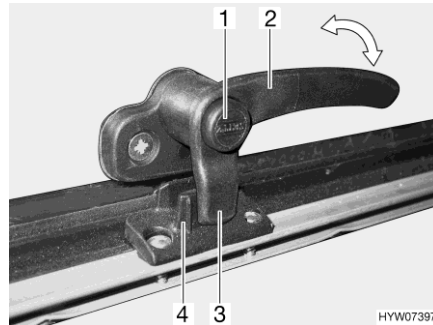
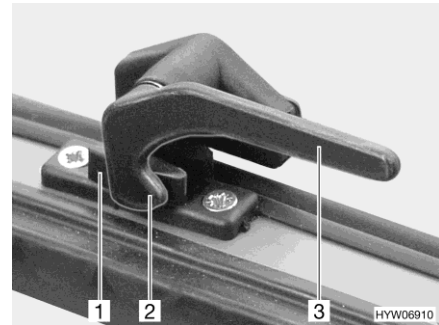

Bild 121 Låsarm med låsknapp i läget "stängd"
Bild 122 Låsarm i läget "stängd"
- Tryck på låsknappen (Bild 121,1) om sådan finns och håll den nedtryckt.
- Vrid alla låsarmer (Bild 121,2 eller Bild 122,3) ett kvarts varv mot luckans mitt.
- Vrid alla låsarmer (Bild 121,2 eller Bild 122,3) ett kvarts varv mot ramen. Låsspaken (Bild 121,3 eller Bild 122,2) sitter på insidan av lucklåset (Bild 121,4 eller Bild 122,1).
- I läget "helt stängt" (Bild 121 och Bild 122)